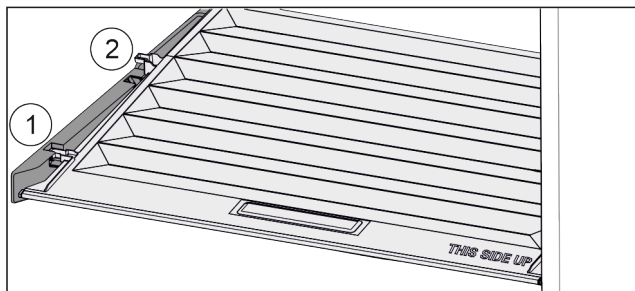

Fig. 53
- ▶ Træk dækslet fremad til åbning i holdedelen Fig. 53 (1).
- ▶ Løft nedefra og bevæg det opad og ud Fig. 53 (2).